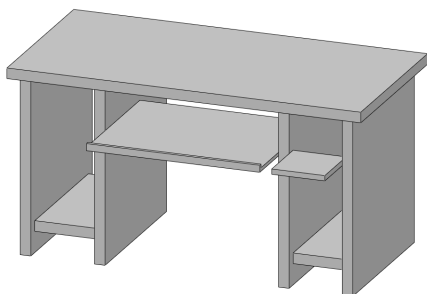

图 15-29 创建拉伸凸台特征
(9) 退出草图绘制环境，弹出【凸台-拉伸】属性管理器，设置【深度】为 49，单击【确定】按钮, 创建拉伸凸台特征，如图 15-29 所示。